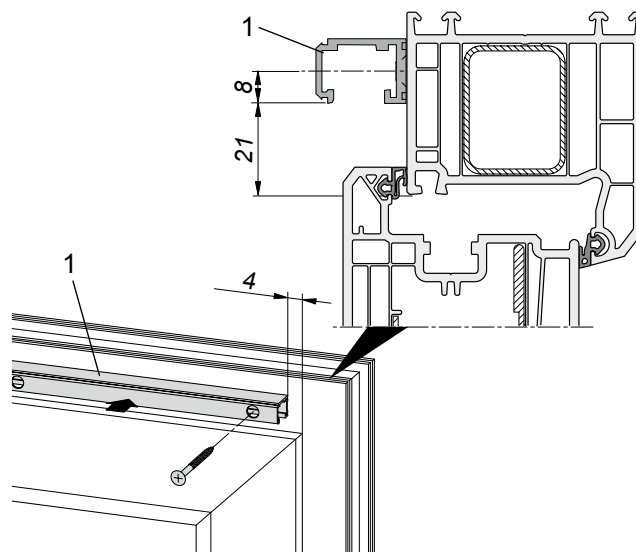

Рисунок 7: Верхняя направляющая на раму - чертеж по монтажу
1. Верхнюю направляющую на раму (1) спозиционировать для фальцевого зазора 12 мм.
2. Установить шаблон (2), смотри размер „21” (рис. 7).
3. Шаблон (2) установить вблизи первого отверстия под шуруп.